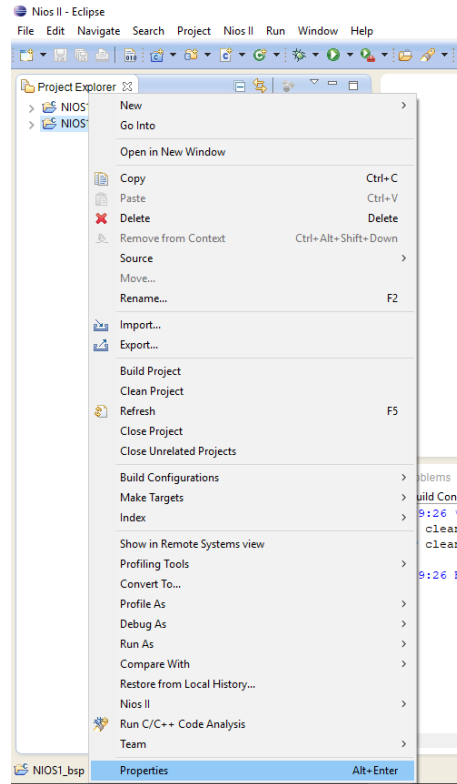

Ilustración 25: Propiedades del archivo NIOS1_bsp.
32. Proceda a hacer clic derecho a la carpeta **NIOS1_bsp[SISTEMA]** y seleccione la opción **Properties**, tal como se muestra en la ilustración 25